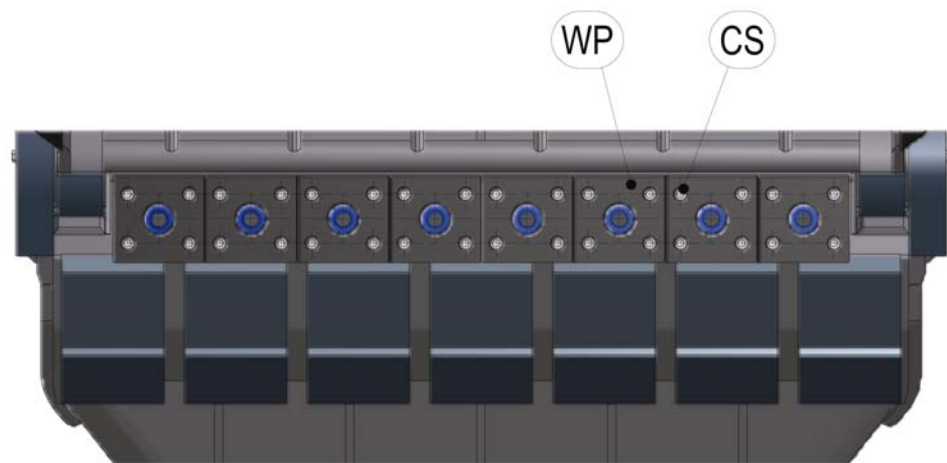

Figure 5 Remplacement du patin transversal
1. Dévissez et retirez les vis à six pans creux (CS, voir Figure 5) du patin (WP).
2. Retirez le patin (WP).